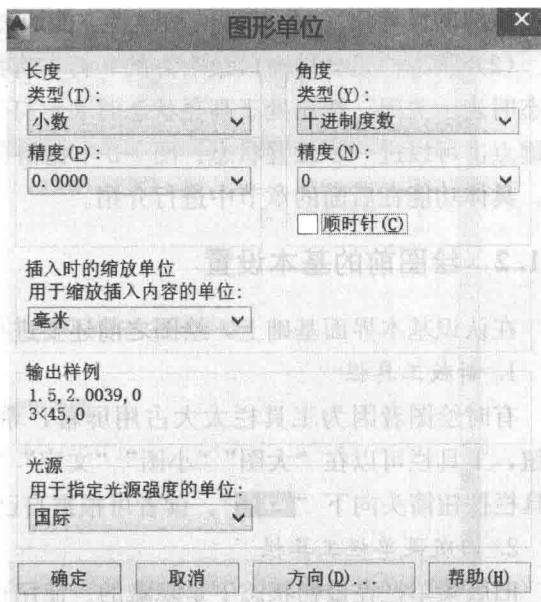

图 1-4 图形单位对话框
(1) 关于图形界限，CAD 中可以通过“格式”→“图形界限”来确定图纸大小。但是一般不使用这个设置，可以想象 CAD 图纸是一张无限大的图纸。
(2) 绘图比例也先不确定，按照实际的尺寸绘图。打开菜单“格式”→“单位”，弹出图形单位对话框，如图 1-4 所示。
① 在建筑绘图中可将尺寸单位设置为毫米（本书所有尺寸均按实际尺寸绘制，即单位：毫米）。
② 长度类型为小数，精度为 0.0000。设置小数点后 4 位，是为了绘制时更加精确。
③ 角度类型为十进制度数，精度为 0。如果有需要，可以将角度的精度定为 0.00。
④ 输出样例：在 CAD 中，长度和角度的表达方式一定要熟练掌握，以后绘图中会频繁使用到。如图 1-4 所示。